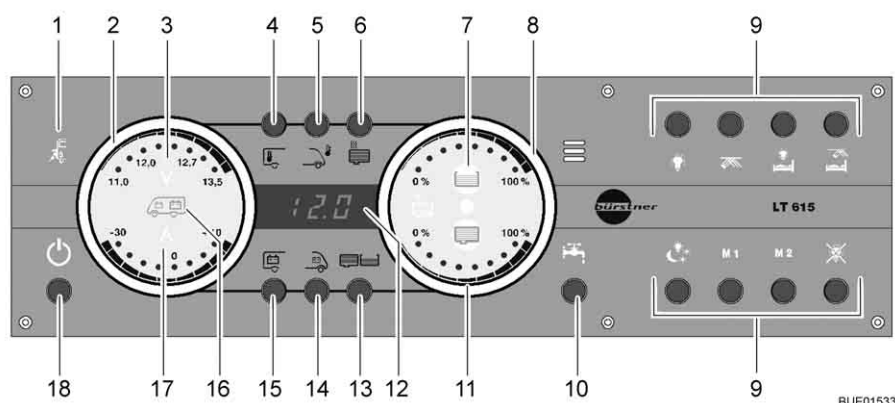

Fig. 157 Panneau de contrôle (LT 615)
Le voyant de contrôle 230 V (Fig. 157,1) s'allume si l'arrivée du bloc électrique est sous tension de réseau. Les batteries sont chargées.
L'interrupteur principal 12 V (Fig. 157,18) établit ou coupe le panneau de contrôle et l'alimentation 12 V de la cellule.
- Appuyer brièvement sur la touche d'alimentation 12 V (Fig. 157,18). L'alimentation 12 V de la cellule est assurée. L'indicateur de contrôle "12 V" s'allume.
- ▷ La tension de la batterie de cellule est trop faible quand les DEL "11,0" de l'affichage en Volt et le symbole Volt "V" (Fig. 157,3) clignotent dans l'indicateur des batteries (Fig. 157,2) après la mise sous tension. Charger la batterie.
- ▷ La coupure de batterie est active quand l'indicateur de contrôle "12 V" et le symbole Volt "V" (Fig. 157,3) clignotent trois fois après la mise sous tension. Désactiver la coupure de batterie.
- ▷ La batterie est déchargée quand le panneau de contrôle est éteint et que le symbole "V" (Fig. 157,3) rouge clignote. Pour empêcher une décharge profonde de la batterie, le panneau de contrôle ne peut alors pas être allumé. Charger la batterie le plus rapidement possible.
- Appuyer brièvement sur la touche d'alimentation 12 V (Fig. 157,18). L'alimentation 12 V de la cellule est coupée. L'indicateur de contrôle "Alimentation 12 V" s'éteint.
- Appuyer sur la touche batterie de cellule (Fig. 157,15) et la maintenir enfoncée pendant 10 secondes environ. Le symbole Volt "V" (Fig. 157,3) et l'indicateur de contrôle "12 V" clignotent trois fois. La batterie de cellule est coupée du réseau de bord de 12 V.
- Appuyer sur la touche d'alimentation 12 V (Fig. 157,18) et la maintenir enfoncée pendant 5 secondes environ. Le symbole Volt "V" (Fig. 157,3) et l'indicateur de contrôle "12 V" clignotent trois fois. La batterie de cellule est branché au réseau de bord 12 V. L'indicateur de contrôle s'allume au bout d'env. 5 secondes.
- Appuyer sur la touche de la batterie de cellule (Fig. 157,15). Le symbole Volt "V" (Fig. 157,3) s'allume. Le symbole Ampère "A" (Fig. 157,17) est allumé en blanc ou en rouge suivant l'état de chargement ou de déchargement. Les DEL à l'intérieur de l'indicateur indiquent la tension de la batterie et le courant de la batterie de cellule. Le pourcentage de capacité restante de la batterie de cellule est indiqué à l'écran.
- Appuyer sur la touche de la batterie de démarrage (Fig. 157,14). Le symbole Volt "V" (Fig. 157,3) s'allume. Des DEL à l'intérieur de l'indicateur indiquent la tension de la batterie de démarrage.
- Appuyer sur la touche réservoirs (Fig. 157,13). Les symboles réservoir d'eau (Fig. 157,7) et réservoir d'eaux usées (Fig. 157,11) s'allument. Des DEL à l'intérieur de l'indicateur indiquent le niveau du réservoir d'eau (échelle supérieure) et celui du réservoir d'eaux usées (échelle inférieure).
Le symbole du réservoir d'eau (Fig. 157,7) ou celui du réservoir d'eaux usées (Fig. 157,11) clignote quand le réservoir d'eau est vide ou que le réservoir d'eaux usées est plein.
L'affichage numérique (Fig. 157,12) permet d'indiquer les températures intérieure et extérieure en °C.
- Appuyer sur la touche température intérieure (Fig. 157,4). La température intérieure s'affiche.
- Appuyer sur la touche de la température extérieure (Fig. 157,5). La température extérieure s'affiche.